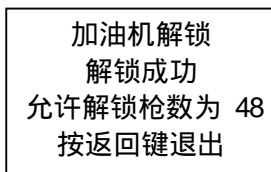

图 6-3-18 解锁成功提示
- (4) 解锁成功，解锁卡允许解锁的加油枪数减 1，数据采集器显示解锁卡剩余的解锁枪数，如图 6-3-18 所示；解锁失败，显示失败原因。